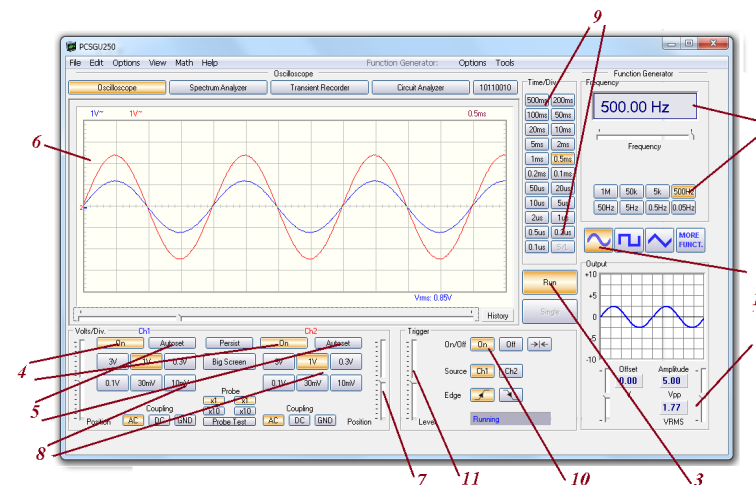
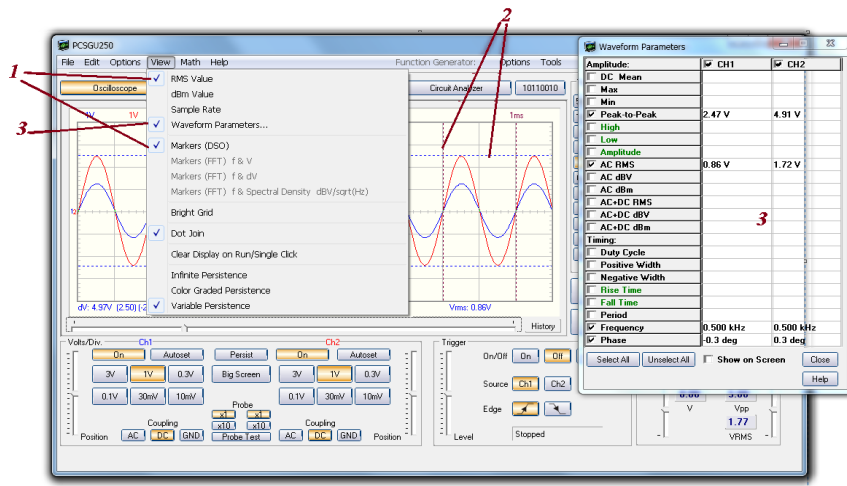

Рис. 4.1 Диалоговое окно программы Pclab2000LT
Рис.4.2 Настройка осциллографа
- 1) Включить программу Pclab2000L, ярлык которой расположен на рабочем столе. На экране появится основное диалоговое окно программы (рис.4.1);
- 3) Включить режим генерации гармонического сигнала и установить действующее значение сигнала VRMS, значение которого указывает преподаватель (кнопка 1рис. 4.1);
- 4) С помощью окна установки частоты (кнопка 2, рис.4.1) установить частоту входного сигнала от 200 Гц до1000 Гц по указанию преподавателя;
- 6) Запустить осциллограф, нажав кнопку RUN (кнопка 3, рис.4.1);
7) Включить режим отображения первого и второго каналов осциллографа (On, (кнопка 4, рис.4.1), и установить режим автоматического выбора режима отображения, Autoset (кнопка 5, рис.4.1);
8) На экране осциллографа (экран 6, рис.4.1)должен появиться синусоидальный сигнал;
9) Меняя положение движков смещения / Position (бегунок 7, рис.4.1), кнопок чувствительности каналов от 3V до 10mV (кнопки 8, рис.4.1) и кнопок Time/Div (кнопка 9, рис.4.1), добиться, чтобы на экране осциллографа отображалось 1.5-2 периода гармонического сигнала;
10) Включить режим запуска осциллографа от заданного уровня входного сигнала первого канала, Trigger On, Source CH1(кнопка 10, рис.4.1), движком уровня запуска Level (движок 11, рис.4.2)добиться устойчивого отображения сигналов;
12) Оставить включённым первый канал в режиме внешнего запуска и включить режим измерения действующего значения и маркерных измерений, выбрав пункты меню View/RMS Value и Markers (DSO) (окно 1, Рис.4.2)
На экране появятся линии маркеров (2, Рис.4.2), в нижней зоне окна осциллографа появятся значения dV (разница уровней напряжений горизонтальных линий маркера), dt (разница временных значений вертикальных линий маркера), 1/dt, (частота сигнала при условии, что маркерные линии от-
13) С помощью дополнительной опции в разделе *View/ Waveform Parameters* (окна 1 и 3, Рис.4.2) включить параметры гармонического сигнала (Peak-to-peak, AC RMS, Frequency, Phase) в режим измерения;
1) Определить **пиковое значение** напряжения сигнала ($2U_m$), установив горизонтальные линии маркера на уровень максимального и минимального значений сигнала (окно 2, рис.4.2). Полученное значение напряжения занести в табл. 4.1;